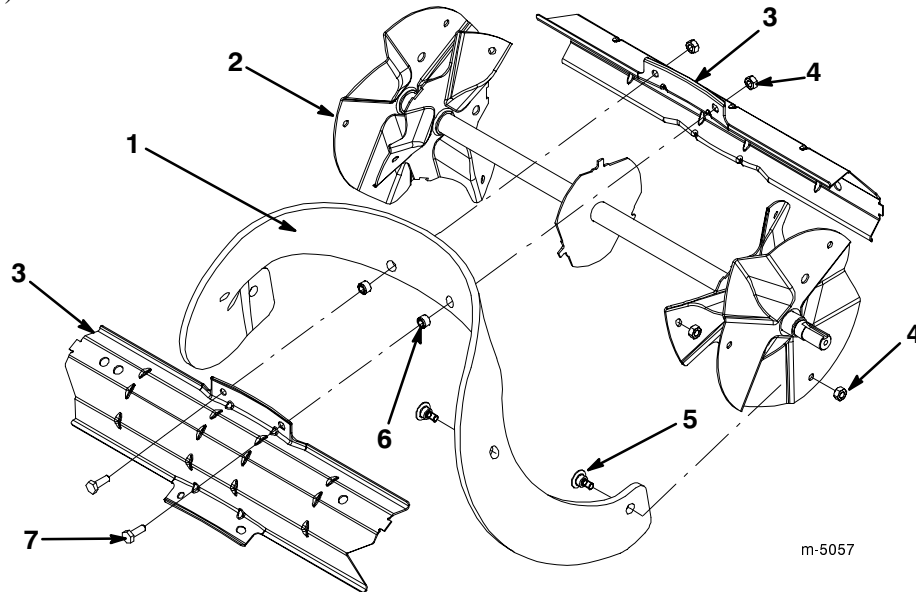

Figure 15
1. Enlevez les quatre vis Torx et les quatre contre-écrous qui fixent les bords extérieurs de la pale à l'ensemble turbine (Fig. 15).
2. Enlevez les deux vis à tête hexagonale et les deux contre-écrous qui fixent le centre de la pale au rotor (Fig. 15).
3. Déposez la pale en la faisant coulisser entre les pièces du rotor (Fig. 15).
3. Fixez la pale aux parties du rotor à l'aide des deux vis à tête hexagonale et des deux contre-écrous enlevés précédemment. Placez la tête des vis sur le côté épais de la pale (Fig. 15).
4. Courbez la pale et fixez-la avec les vis Torx et contre-écrous restants, en plaçant la tête des vis sur le côté épais de la pale (Fig. 15).